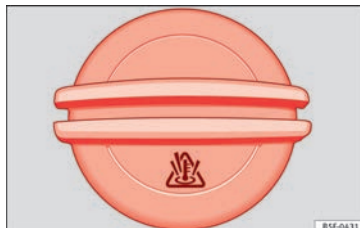

Fig. 245 Dans le compartiment moteur : bouchon du vase d'expansion du liquide de refroidissement.
- Le vase d'expansion du liquide de refroidissement est identifiable grâce au symbole  sur le bouchon » » » **fig. 245**.